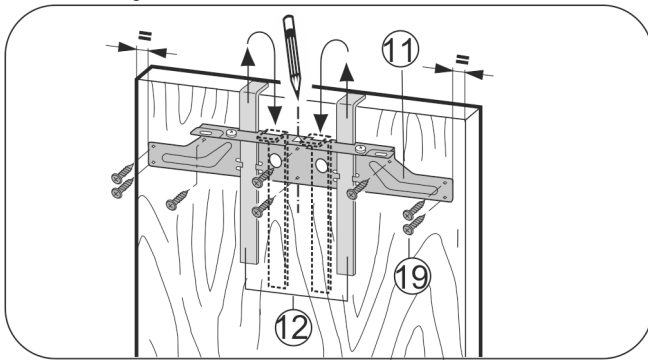

Fig. 26
- ▶ Окачете крепежната траверса Fig. 26 (11) с помощните детайли Fig. 26 (12) към вътрешната страна на вратата на шкафа..
- ▶ Нивелирайте крепежната траверса Fig. 26 (11) в средата на вратата.
- ▶ Закрепете крепежната траверса Fig. 26 (11) с най-малко 6 винта Fig. 26 (19).
- ▶ Завийте крепежната траверса Fig. 26 (11) най-малко с 4 винта Fig. 26 (19) по ръба.
- ▶ Издърпайте нагоре помощните елементи за монтажа Fig. 26 (12) и ги поставете в обратно положение в намиращите се в съседство отвори.